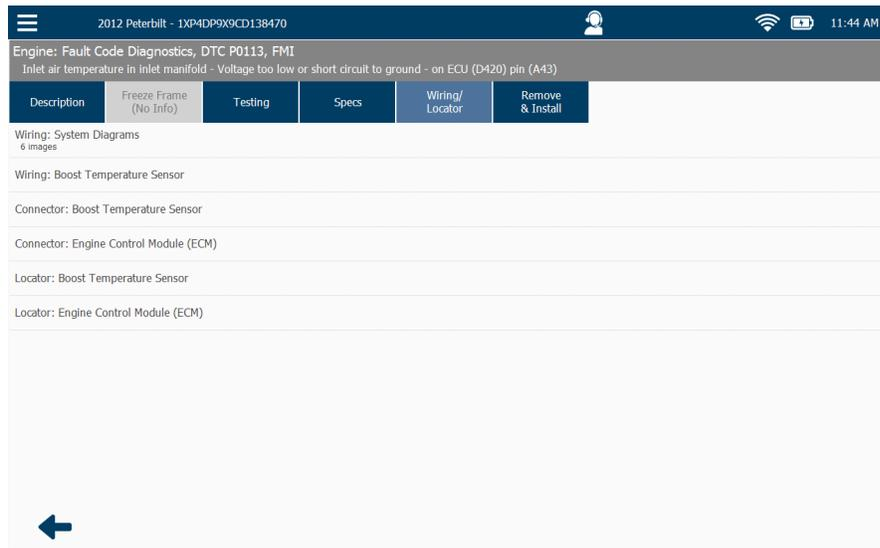

Figure 10.15 Liste des diagrammes de câblage
- Utiliser la **flèche arrière** pour retourner à la liste des diagrammes de câblage (Figure 10.15).